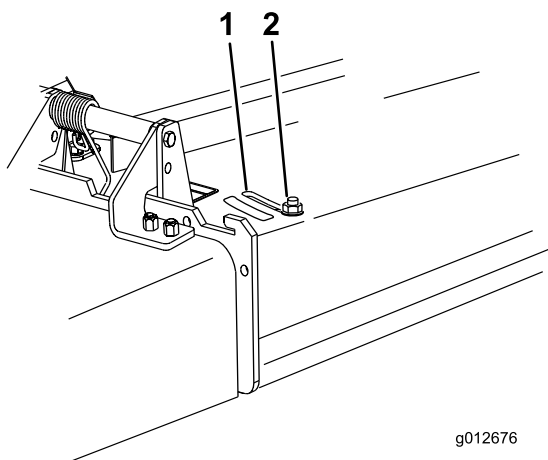

Рисунок 14
3. Для регулировки перегородки ослабьте гайку (Рисунок 14).